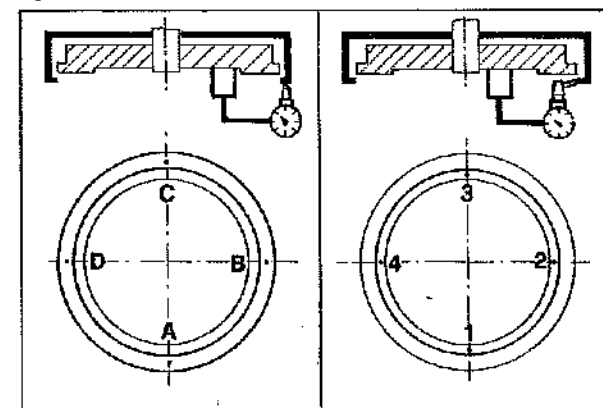

Fig. 91
- Azzerare il tastatore sulla posizione 1 (Fig. 91).